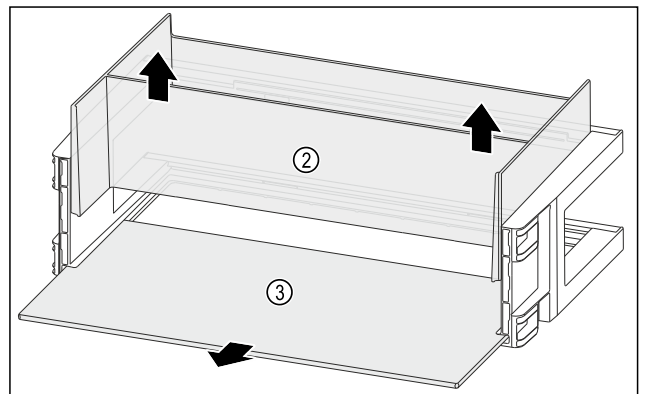

Fig. 93
- ▶ Extrageți în sus organizatorul Fig. 93 (2).
- ▶ Extrageți raftul Fig. 93 (3).